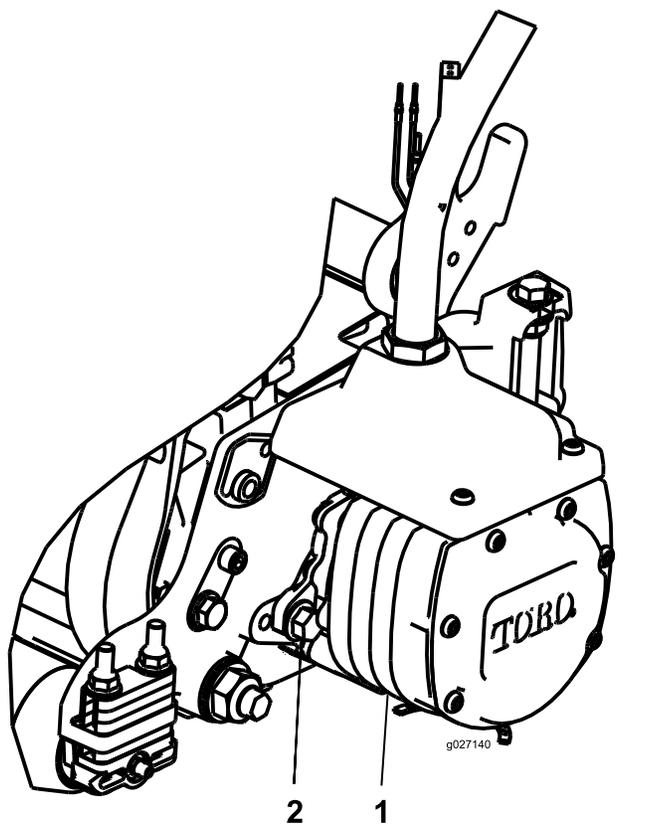

Рисунок 11
14. Установите двигатель, повернув его по часовой стрелке так, чтобы фланцы двигателя не закрывали болты (Рисунок 11).